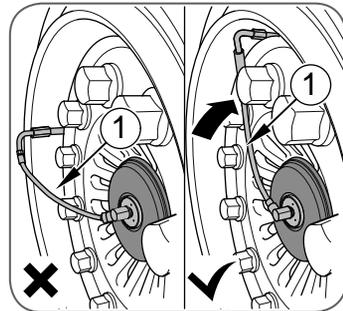

Fig. 6 - Montage de la conduite de raccordement
1. Commencez en branchant la conduite de raccordement *voir ► Fig. 6* à la valve du pneu – (si nécessaire en utilisant un prolongateur de valve ou en changeant la valve).
3. Fixez la conduite de raccordement (pos. 1) au rotor en la serrant à la main ► *page 95*.